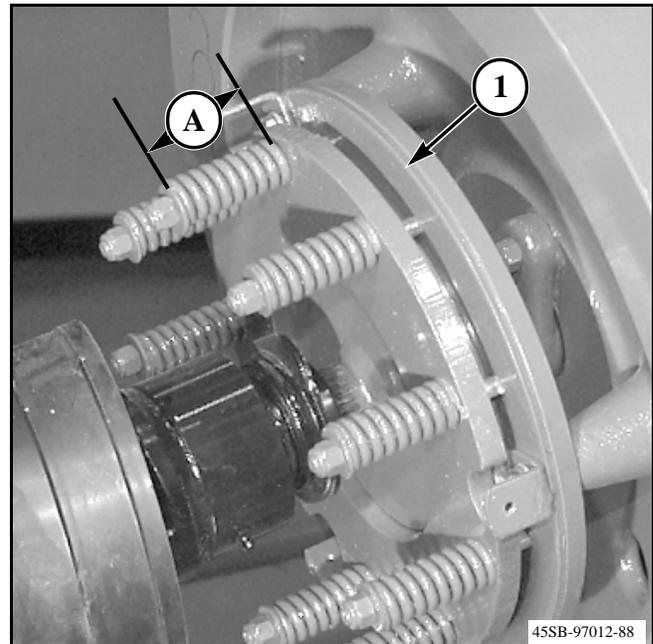

FIG. 1
FIG. 1: El embrague deslizante del eje de impulsor (1) funciona junto con el perno de corte del volante para proteger el eje de impulsor y los principales componentes de impulsión de la enfardadora contra los golpes por sobrecargas. Cuando está ajustado correctamente, el embrague deslizante del eje impulsor se desliza levemente con cada recorrido pesado del émbolo. Además, el embrague deslizante se siente tibio (no caliente) al tacto.